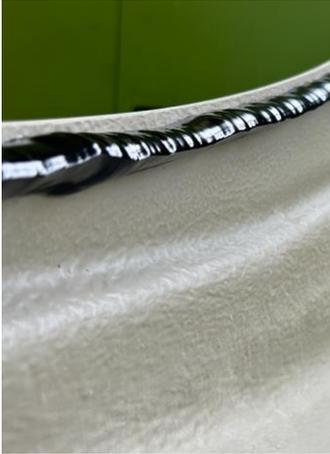

Abb. 2-7: Klebstoff im Spoiler
- Auf der Innenseite des Spoilers eine orthogonale Klebstoffbahn setzen (s. Abb. 2-7).